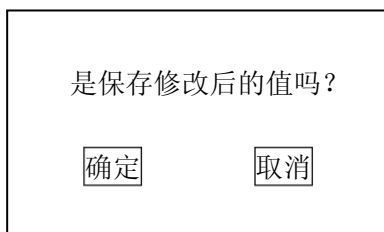

图 1-3
- 8) 点击【保存】，并按【确定】存储新值，匹配完成。如图 1-3；